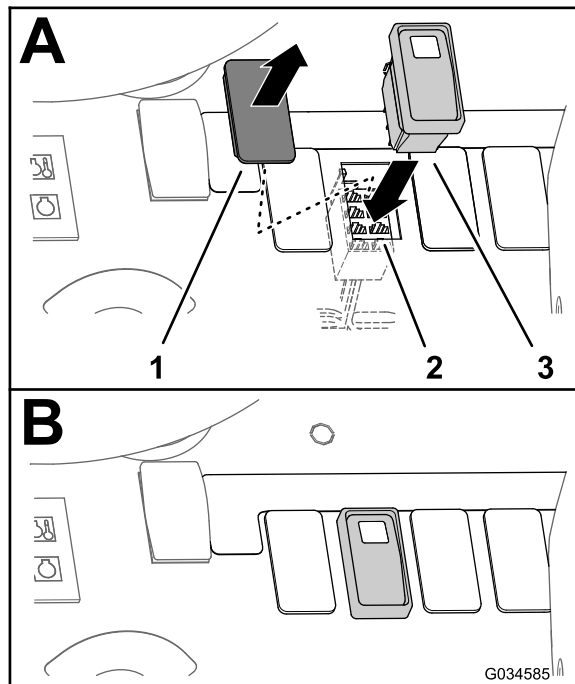
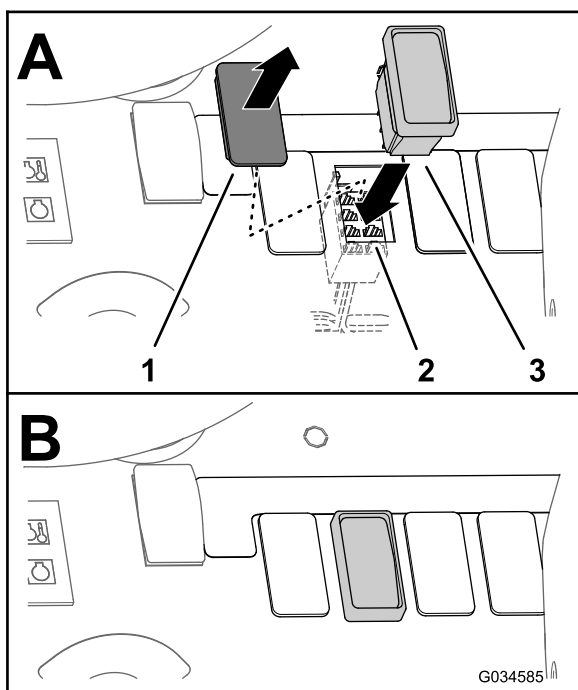

Figura 36
Figura 37
1. Retire a ficha do interruptor do depósito de lavagem do painel de instrumentos (Figura 36 ou Figura 37).
3. Encaminhe o conector de oito tomadas para o orifício aberto no painel (Figura 36 ou Figura 37).
4. Ligue o interruptor de 3 posições ao conector de oito tomadas através do painel de instrumentos (Figura 36 ou Figura 37).
5. Insira o interruptor de 3 posições na abertura no painel de instrumentos até o trinco do interruptor ficar bem preso no painel (Figura 36 e Figura 37).